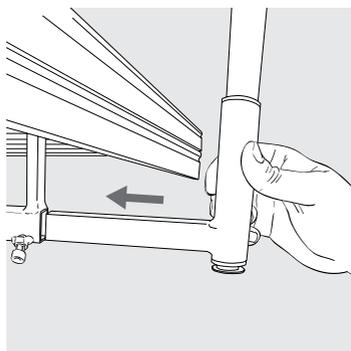

Fig. 4
- Faites glisser l'étrier d'appui dans la traverse de fixation (fig. 4), placez-le dans la position souhaitée et vissez-le fermement (fig. 5).